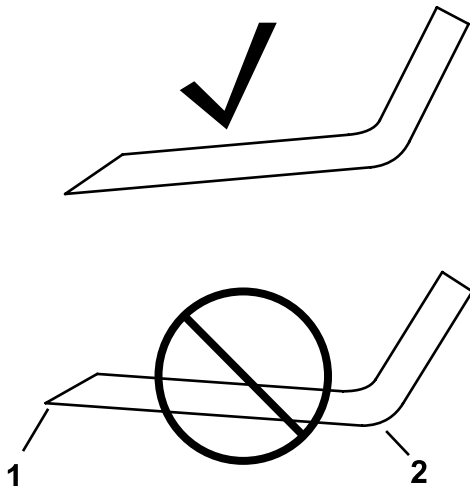

**Figura 78**
5. Inspeccione los filos de corte de todas las cuchillas. Afílelos si están romos o tienen mellas. Afíle únicamente la parte superior del filo y mantenga el ángulo de corte original para asegurar un afilado correcto (Figura 78).
6. Si está roto o tiene desperfectos, afíle únicamente el filo superior y mantenga el ángulo de corte original (Figura 78).